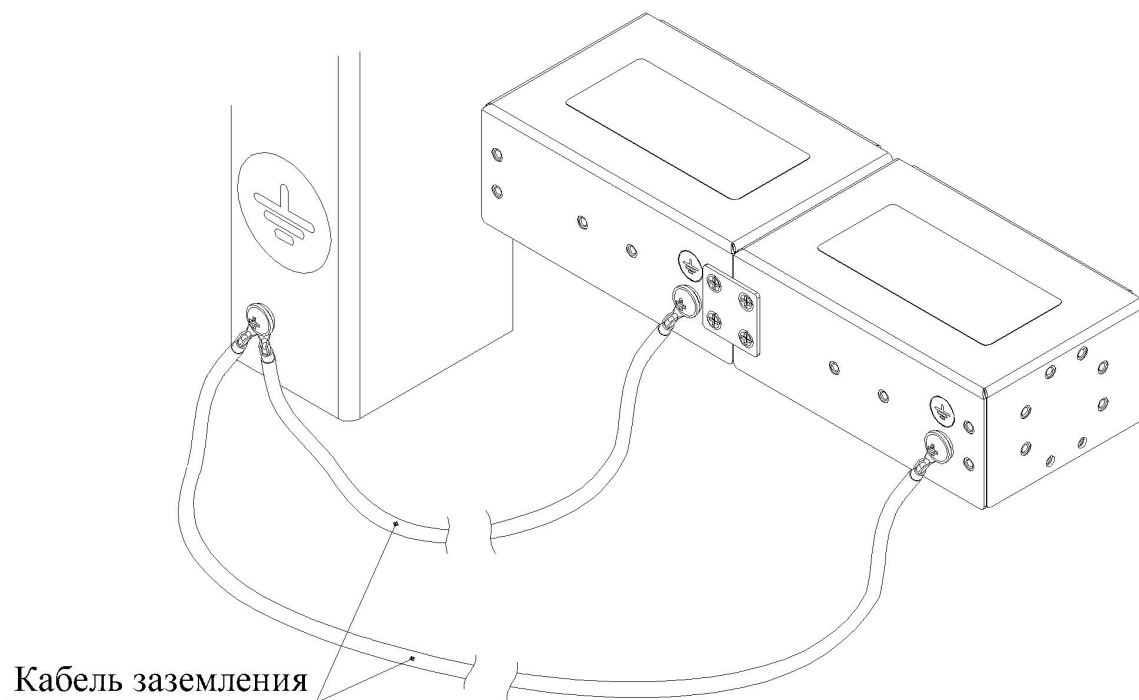

Рисунок 5 - Подключение заземления
- Подключение кабеля заземления, входящего в комплект поставки (Рисунок 5).